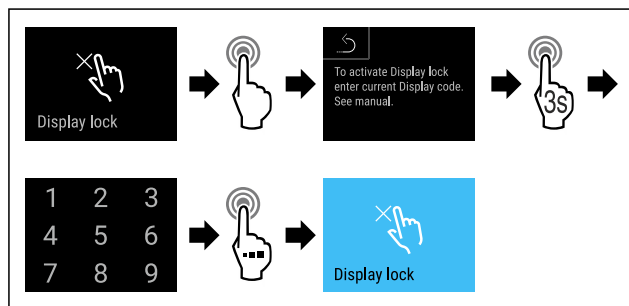

Fig. 79
► Complete the steps (see Fig. 79).